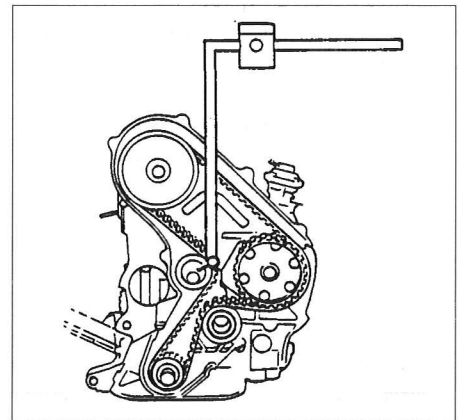

Fig. 21
2.2.4.1. Substituição da correia dentada e calagem da distribuição (Fig. 21)